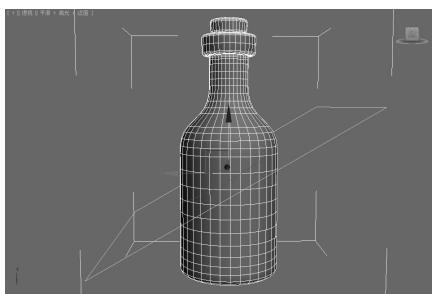

图 5-23 切片平面▲
- **切片平面:**单击该按钮,视图中的对象上会出现一个切片平面,可以通过这个平面将当前选中的子对象分离出去。如图 5-23 所示,在物体的表面上有一个切片平面。